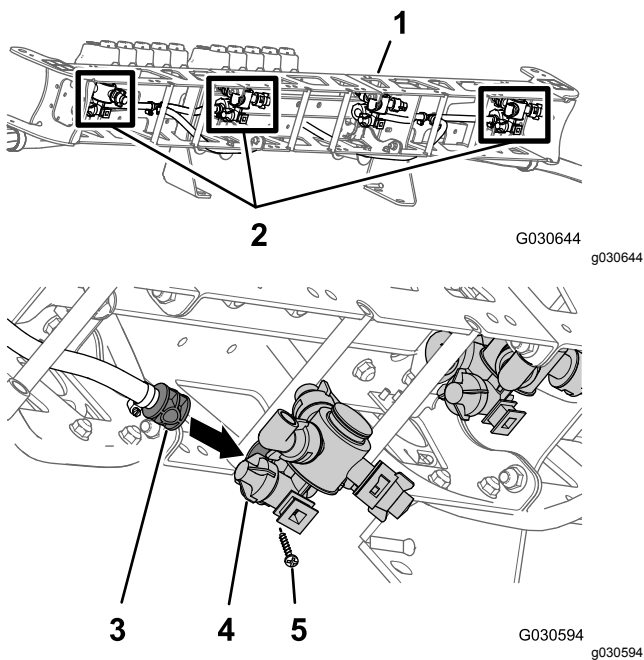
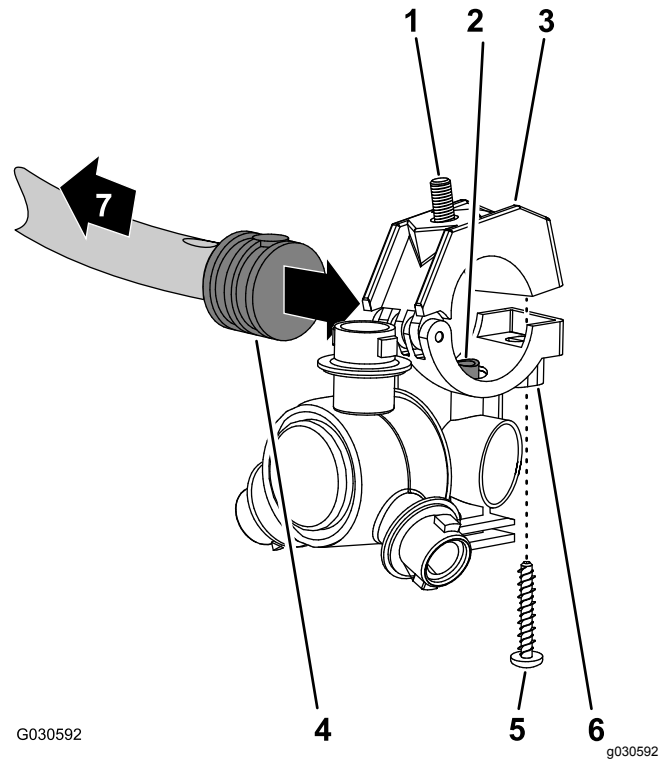

Bild 120
Bild 121
3. Fluchten Sie am mittleren Auslegerabschnitt den Transferschlauch im Sattel einer Sprühdüse (Bild 120 und Bild 121) mit dem Loch in der Seite des gezahnten Einzelschlauchs (1/2") aus.
4. Schließen Sie die obere Klemmenhälfte um den gezahnten Schlauchschaft und befestigen die Klemmenhälfte und das Sprühdüsengehäuse (Bild 121) mit der Edelstahlschraube (Nr. 12 x 1-1/4").